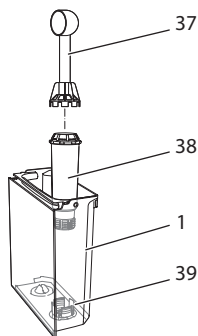

Рис. 18: Завинчивание/отвинчивание фильтра для воды
- Снимите фильтр для воды при поступлении соответствующего запроса от аппарата (см. Рис. 18).